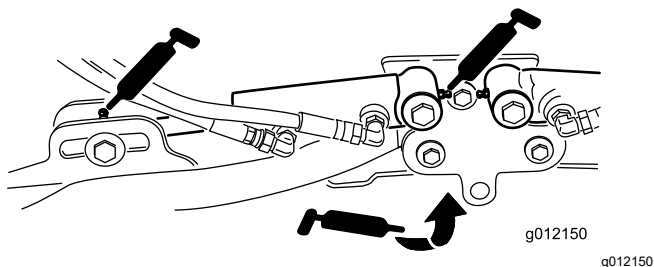

Figura 67
- Cilindros do braço de elevação da unidade de corte (2 cada) (Figura 67)
- Articulações do braço de elevação (1 cada) (Figura 67)